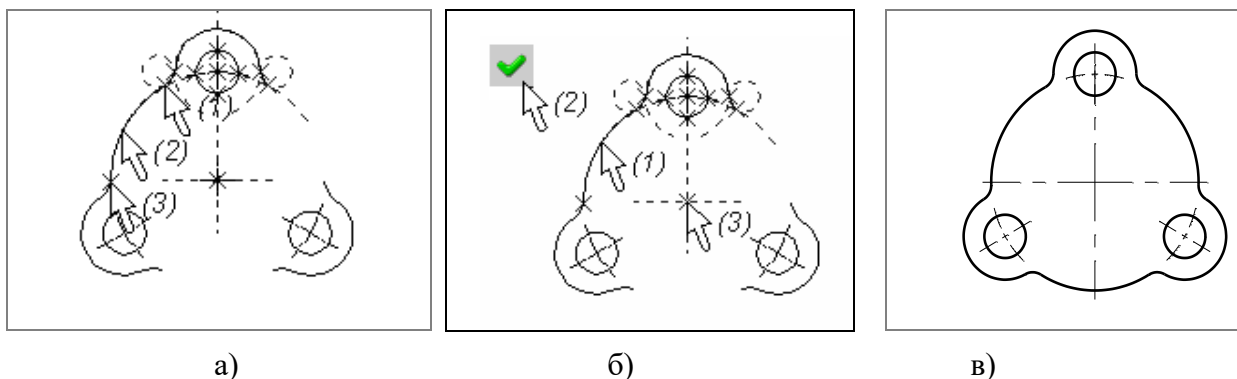

Рисунок 35 – Порядок построения детали с помощью кругового массива
2.3.3 Постройте изображение дуги окружности, выбрав узел (1), указав окружность (2) и задав конечный узел (3) (рисунок 35а).
2.3.4 Создайте круговой массив из трех дуг, по аналогии с пунктом 2.3.2 (рисунок 35б). Аналогично с помощью операции кругового массива постройте осевые линии на отверстиях детали.